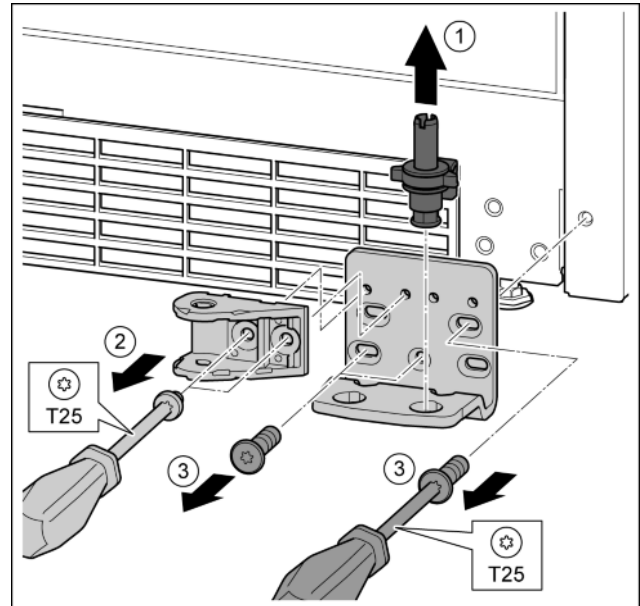

Fig. 28
- ▶ Lagerbolzen komplett nach oben herausziehen. Fig. 28 (1)
- ▶ Schrauben mit Schraubendreher T25 herausdrehen und Lagerbock abnehmen Fig. 28 (2)
- ▶ Schrauben mit Schraubendreher T25 herausdrehen und Lagerbock abnehmen. Fig. 28 (3)